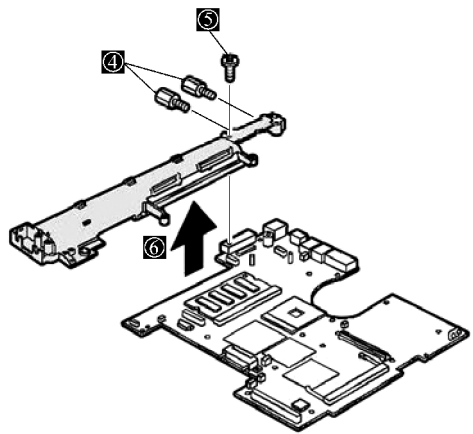

图 2-90 取下主板
2) 接下来去掉螺钉“④”、“⑤”，最后按照箭头“⑥”方向移动即可取下整块主板，如图 2-90 所示。